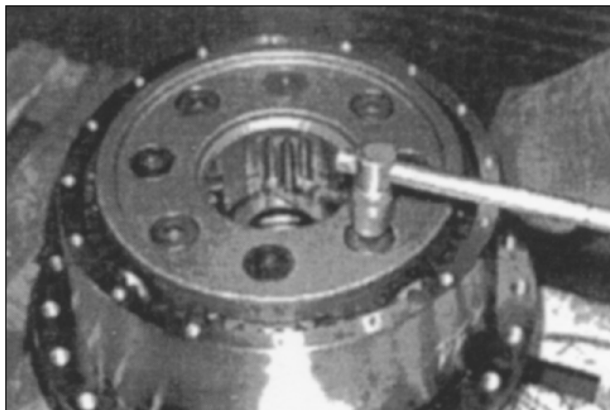

Рис. 92
1. Установите уплотнение на зажимное приспособление. Рис. 92.